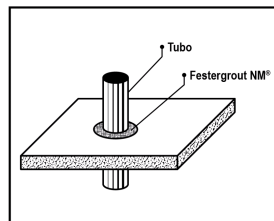

Fig 6. Recibir tubería y casquillos
- Recibir tuberías, casquillos, elementos metálicos, etc. (fig. 6)